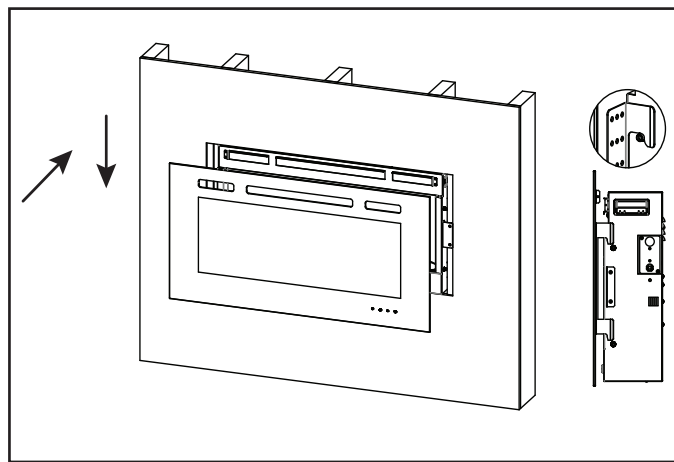

Figure 4.17 Installation de la façade en verre
2. Installez le panneau frontal. Localisez les crochets en J à l'arrière de la vitre sur les quatre rivets de l'ouverture de l'appareil. Appuyez sur le bord supérieur du verre pour engager complètement les crochets en J sur les rivets. Voir la figure 4.17.